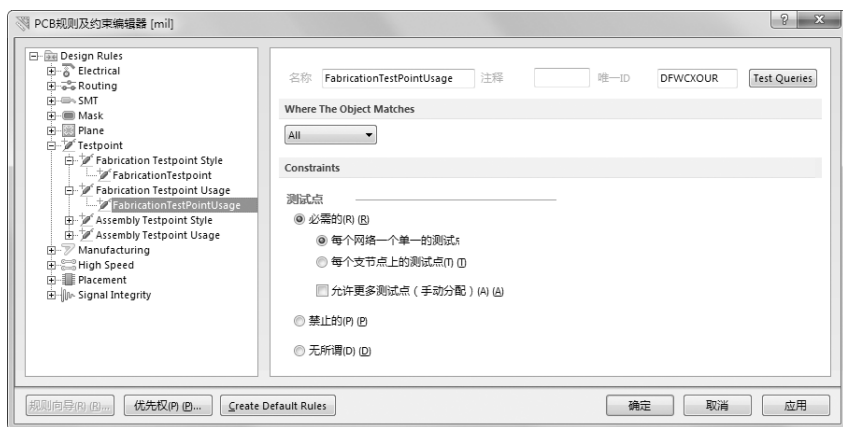

图 9-24 “FabricationTestPointUsage”规则的设置对话框
(2) “FabricationTestPointUsage”（装配测试点使用规则）：用于设置测试点的使用参数，如图 9-24 所示为该规则的设置对话框，在设置对话框中可以设置是否允许使用测试点和同一网络上是否允许使用多个测试点。